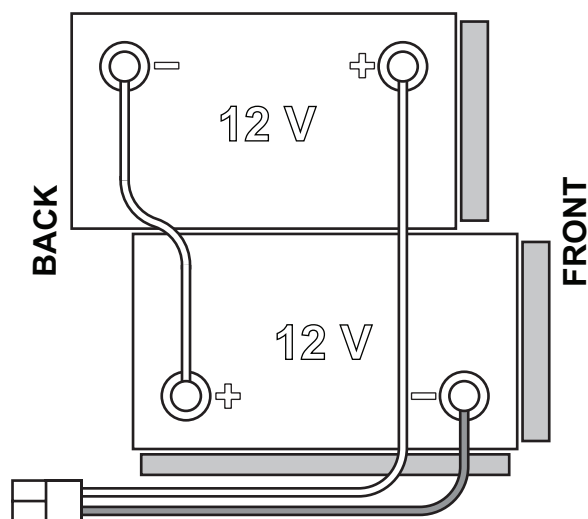

Abbildung 1
Für das Gerät sind zwei 12-V-Batterien erforderlich, die gemäß Anschlussplan in Abbildung 1 anzuschließen sind.
1. Bedienerschlüssel abziehen (51).
2. Batteriestecker (9) trennen.
3. Deckel (34) anheben und überprüfen, ob der Schmutzwassertank (33) leer ist. Gegebenenfalls durch das Ablaufrohr (12) entleeren.
4. Deckel (19) schließen.
5. Tank (33) vorsichtig mit dem Griff (16) anheben.
7. Die Batteriekabel wie im Plan von Abb. 1 gezeigt positionieren und installieren, dann die Mutter auf jeder Batterieklemme sorgfältig festziehen.
8. Die Schutzkappe auf jede Klemme setzen, dann den Batteriesteckverbinder anschließen (9).
9. Tank (33) vorsichtig mit dem Griff (16) absenken.